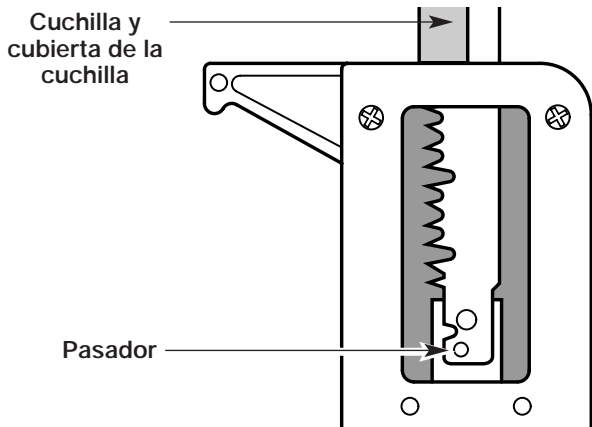

Fig. 1
2. Inserte la cuchilla a través del extremo del bastidor del podador e instale la cuchilla sobre el pasador (Fig. 1). Los dientes de la cuchilla deben mirar hacia el lado del pedal.